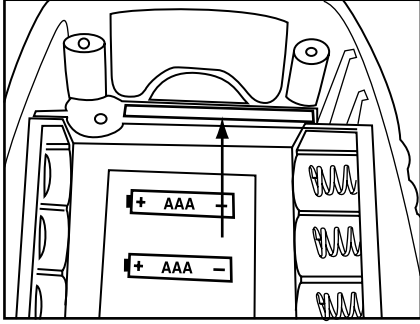

Fig. 38
- 5. Assegure-se de que a tira zebreada esteja bem posicionada (Fig. 38). Coloque o conjunto de sensores substituto dentro da unidade e recoloque os parafusos.